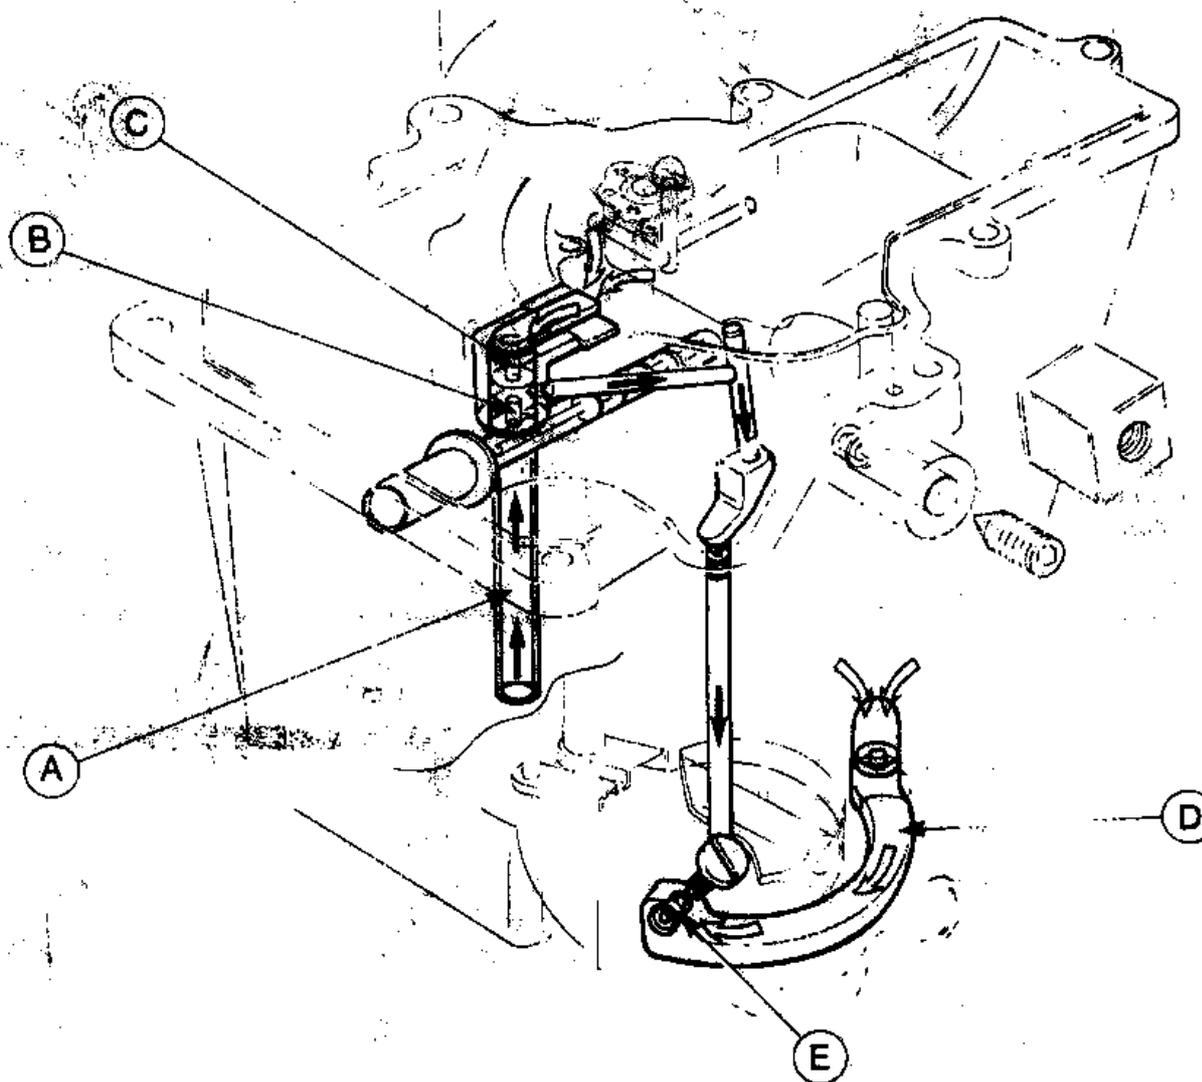

Рис. 3.38. Система холостого хода (Разд. 25)
9. Система холостого хода, используемая на других карбюраторах фирмы "Форд" с неизменным диаметром жиклера, применяется также в карбюраторах VV, при этом 70% рабочей смеси холостого хода поступает через систему холостого хода, а 30% — через главную дозирующую систему. При работе на холостом ходу топливо всасывается через главный топливный канал (Рис.3.38), проходит через жиклер холостого хода и затем смешивается с потоком воздуха, поступающего через воздухопровод в корпусе главного жиклера. Затем рабочая смесь поступает через внутренние каналы карбюратора на регулировочный винт, который регулирует подачу топлива на холостом ходу. Затем эта смесь смешивается с воздухом из выпускного канала холостого хода и, наконец, через выходной канал попадает во впускной коллектор с увеличенной скоростью.